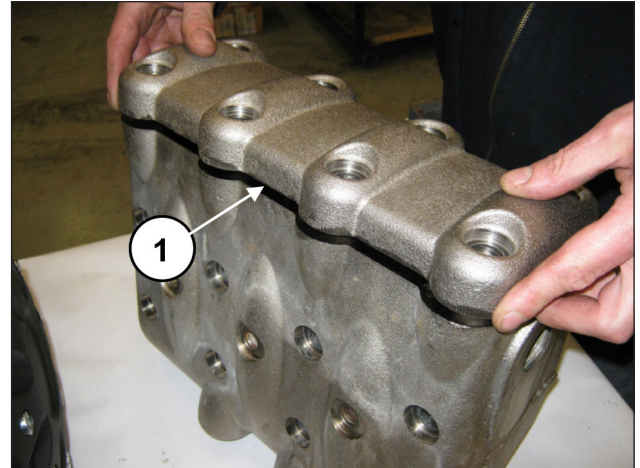
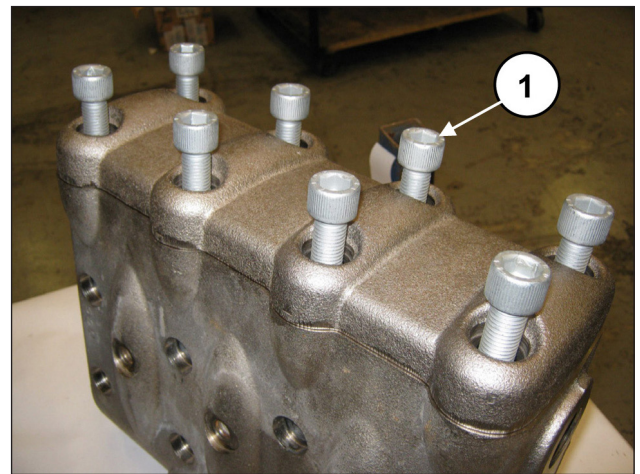

Fig. 126
Fig. 127
Depois de ter terminado com a montagem dos grupos da válvula e da tampa da válvula, aplique a cobertura da válvula (pos. ①, Fig. 126) e solte os oito parafusos M16x55 (pos. ①, Fig. 127).